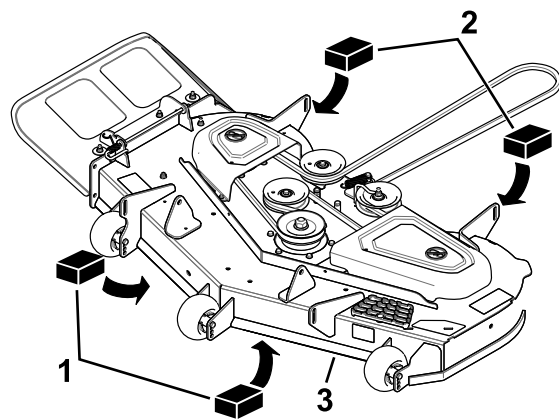

Figure 65
3. Placez deux cales de 6,6 cm (2 $\frac{5}{8}$ po) d'épaisseur chacune sous chaque côté du bord avant du tablier de coupe, mais pas sous les supports des galets anti-scalp (Figure 65).
4. Placez deux cales de 7,3 cm (2 $\frac{7}{8}$ po) d'épaisseur chacune sous le bord arrière de la jupe du tablier de coupe, une de chaque côté (Figure 65).